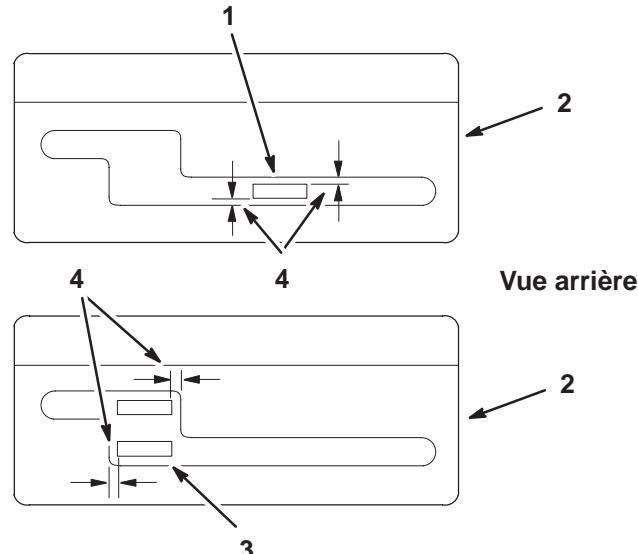

Figure 7
- Sélectionnez le deuxième rapport et vérifiez l'alignement du levier dans l'encoche de la plaque du levier de vitesses. L'espace entre le haut et le bas du levier doit être égal (Fig. 7).
3. Sélectionnez le point mort et vérifiez l'alignement du levier dans l'encoche de la plaque du levier de vitesses. L'espace de chaque côté du levier doit être égal (Fig. 7).